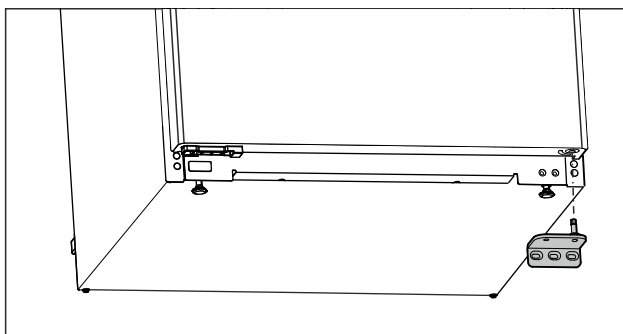

Fig. 13
- Verwijder de lagersteun naar beneden. (zie Fig. 13)